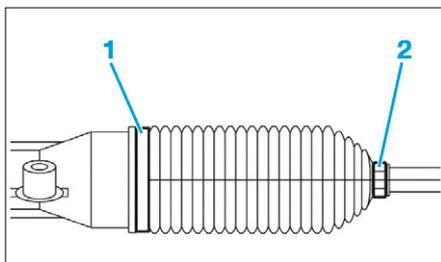

FIG. 1
- Déposer les colliers (1) et (2) du côté droit (Fig.1).
- le collier (2) (Fig.1),
- un collier neuf (1).